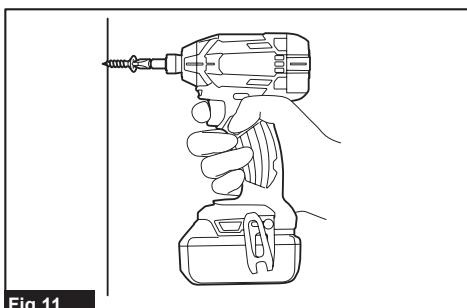

Fig.11
► Рис.11: 1. Держатель насадок для отвертки